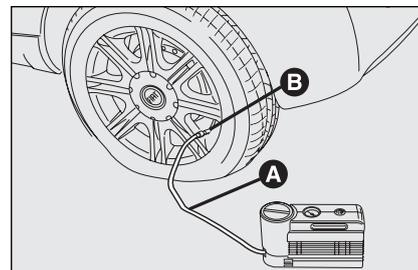

fig. 14
- Serrer le frein à main.** Dévisser le capuchon de la valve du pneu, enlever le tuyau flexible de remplissage **A-fig. 14** et visser la bague **B** sur la valve du pneu;